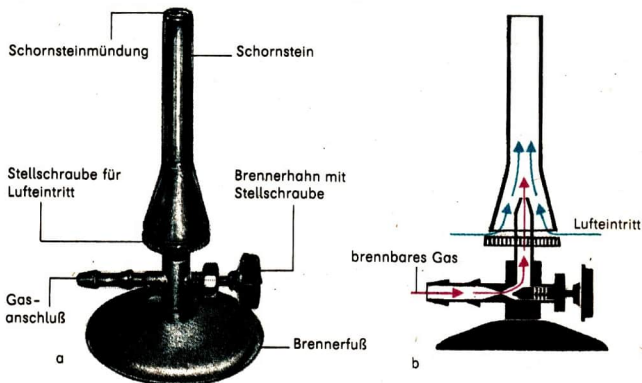

Abb. 11 Gasbrenner a) Ansicht, b) Schnittdarstellung
- ① Stelle für folgende Stoffe dir bekannte Eigenschaften zusammen: a) Wasser, b) Fensterglas, c) Benzin, d) Porzellan, e) Kupfer, f) Zucker, g) Kochsalz, h) Blei! Fertige eine Tabelle an!
- ② Ergänze Tabelle 1 in deinem Heft durch weitere Beispiele! Gib die Eigenschaften von Wasser, Kochsalz und Eisen an!
- ③ An welchen Eigenschaften lassen sich a) Eisen und Blei, b) Puderzucker und Mehl unterscheiden?
- ④ Beschreibe dir bekannte Beispiele für Gemische von Stoffen!
**Aufbau des Gasbrenners.** Zum Erhitzen von Stoffen werden Gasbrenner verwendet. Beim Gasbrenner (Abb. 11) kann der Zustrom von brennbarem Gas mit einer Stellschraube am Fuß geregelt werden. Das Gas strömt von unten durch eine Düse in den Schornstein. Es wird am oberen Ende des Schornsteins entzündet. In den unteren Teil des Schornsteins kann Luft eintreten. Der Zustrom der Luft läßt sich ebenfalls regulieren. ①
- ① Beschreibe den Weg des Gases und der Luft durch den Brenner an Abbildung 11!